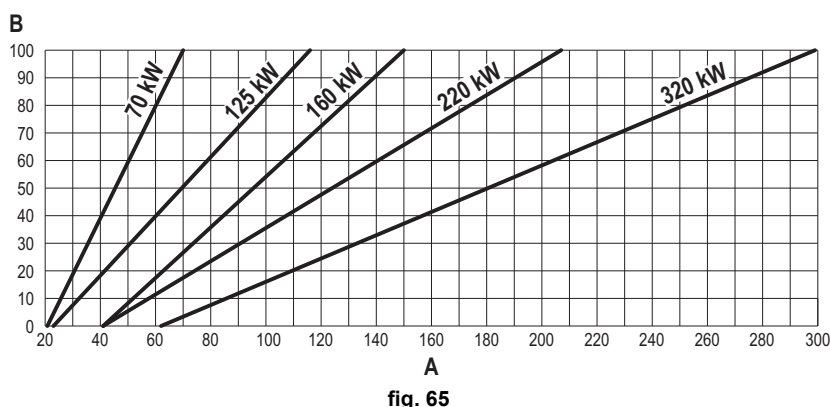

fig. 65
- Premere i **tasti contestuali 1 e 2** per aumentare o diminuire la portata termica (minima = 00 - Massima = 100). Vedi diagramma “Regolazione Portata Termica” (fig. 65).